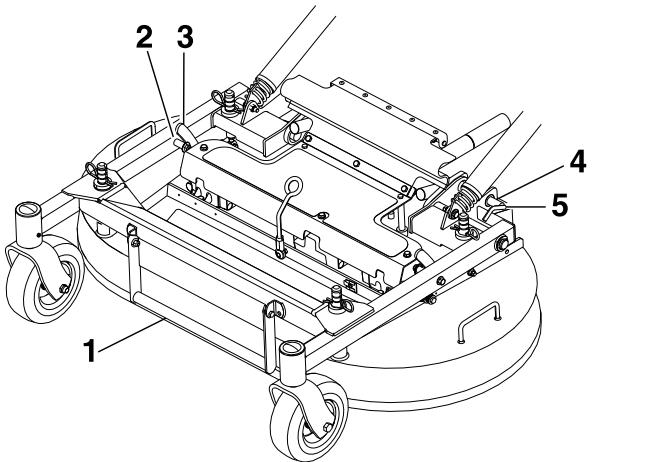

Figure 23
3. Tout en maintenant le cadre avant baissé, soulevez le tablier d'un côté pour que le verrou de support vienne s'engager sur la goupille fixe du cadre avant (Figure 23)